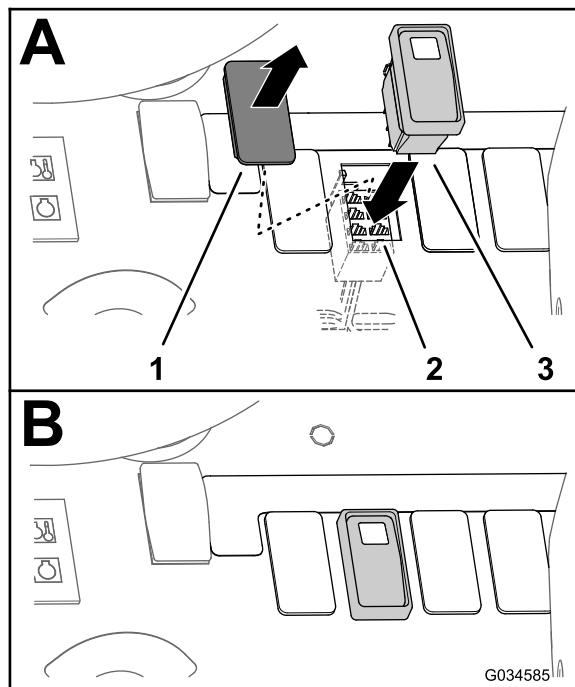
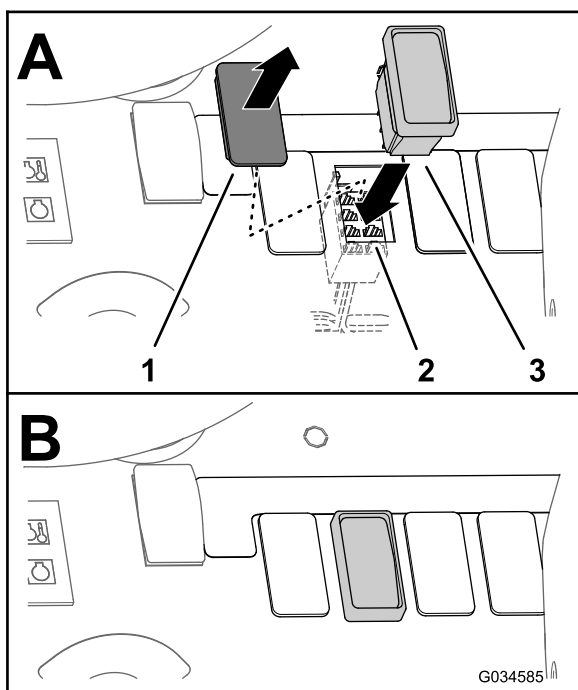

Figure 36
Figure 37
1. Retirez l'obturateur qui occupe l'emplacement de l'interrupteur du réservoir de rinçage sur le tableau de bord (Figure 36 ou Figure 37).
- Amenez le connecteur à 8 douilles jusqu'au trou ouvert dans le tableau de bord (Figure 36 ou Figure 37).
- Branchez le commutateur à 3 positions au connecteur à 8 douilles dans le tableau de bord (Figure 36 ou Figure 37).
- Insérez le commutateur à 3 positions dans l'ouverture du tableau de bord jusqu'à ce qu'il s'enclenche solidement dedans (Figure 36 et Figure 37).